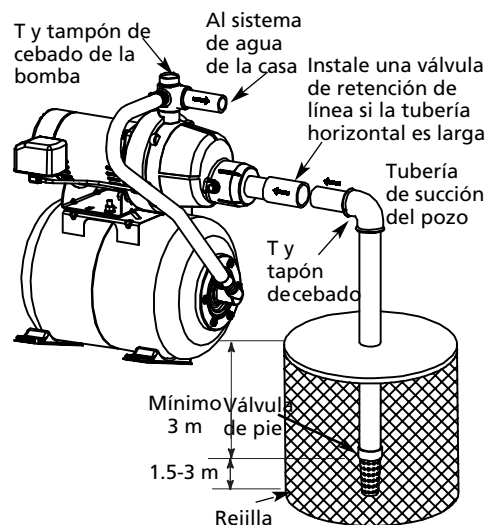

Figura 5 – Instalación para Aguas Superficiales
(Consulte la Figura 5)
2. Monte una válvula de retención y tubería de succión (véase la Figura 5). Asegúrese que la válvula de pie funcione sin problemas. Utilice cinta de PTFE o un compuesto para uniones de tubería a base de PTFE en las uniones roscadas de tubería. Proteja el conjunto de la válvula de pie contra peces, basura, etc., instalando una pantalla alrededor (véase la Figura 5).
4. Instale una T de cebado, un tapón de cebado y una tubería de succión en la bomba (véase la Figura 5). Soporte la tubería para que no haya inclinaciones verticales o hundimientos en ella, a fin de que la tubería no ejerza tensión sobre el cuerpo de la bomba, y se incline ligeramente hacia arriba desde el pozo hacia la bomba (los puntos altos pueden ocasionar que se formen bolsas de aire que pueden bloquear la bomba). Selle las uniones de la tubería de succión con cinta de PTFE o un compuesto para uniones de tubería a base de PTFE. Las uniones deben ser estancas al aire y al agua.